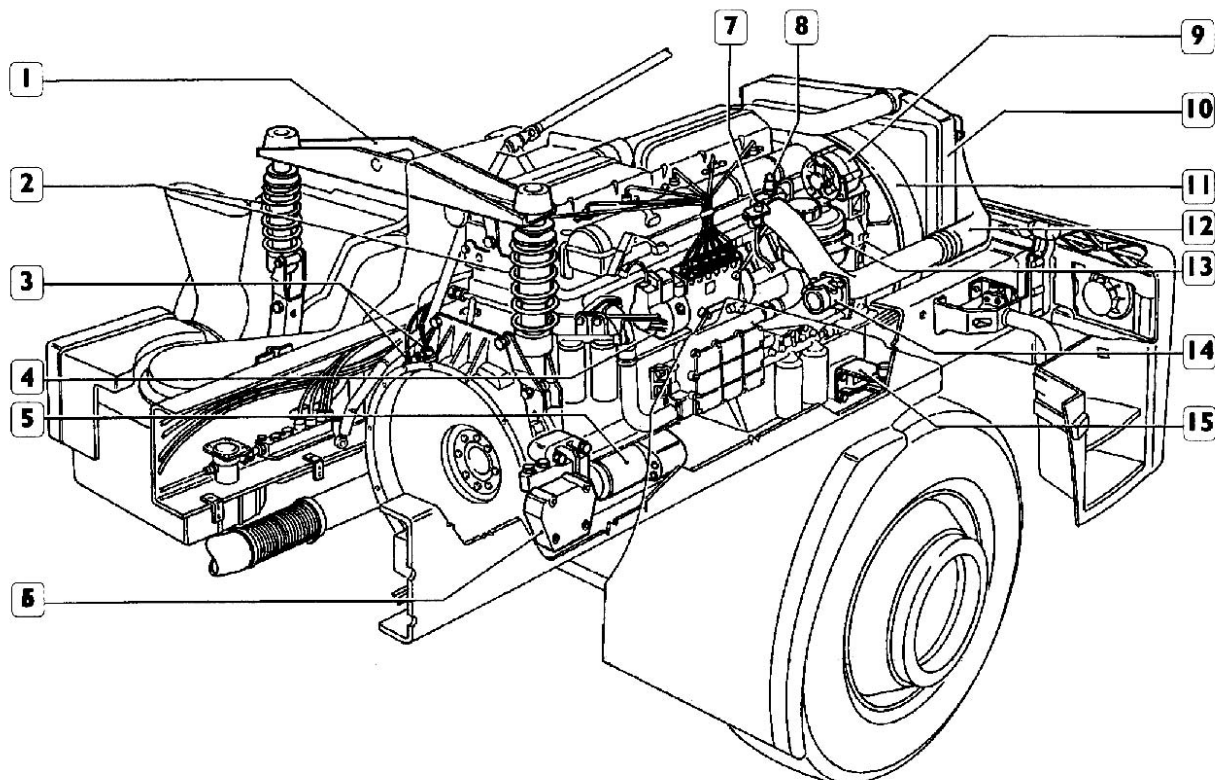

Figura 172
11. Montar la tubería (4) de abastecimiento de aceite motor.
12. Montar los tornillos(11) y el freno motor (12) con el cilindro de comando (15).
- Del intercooler (6).
- Del compresor de aire (8).
- Del turbocompresor (10).
- Del filtro de aire (13).
- Del cilindro de comando (15) del freno motor.
14. Conectar el tubo de fluido de la bomba hidráulica (14, figura 172).
- Del radiador (3).
- De la bomba de agua (2).
- Del termostato (1).
- Del intercambiador de calor (8).
16. Montar la caja de cambios (14) y el embrague, conforme lo descrito en el respectivo módulo.
18. Montar tapa del radiador (3).